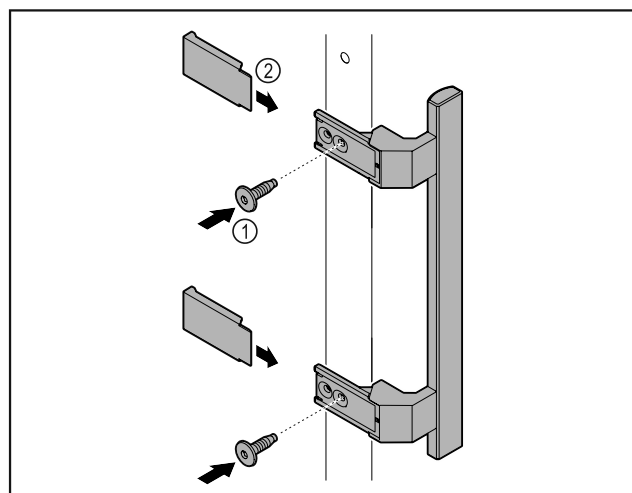

Fig. 5
- ▶ Fixer la poignée à la porte à l'aide des vis Fig. 5 (1) fournies.
- ▶ Mettre les caches Fig. 5 (2) en place.